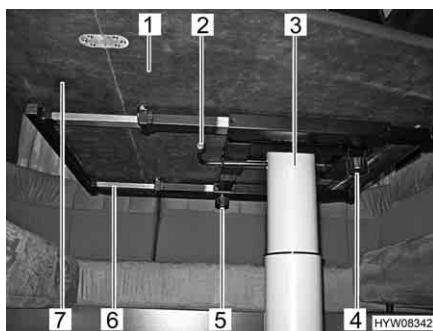

Fig. 64 Tavolo rialzabile
- Svitare la vite a testa cilindrica zigrinata (Fig. 64,4).
- Spingere il piano del tavolo (Fig. 64,1) nella posizione desiderata.
- Svitare la vite a testa cilindrica zigrinata (Fig. 64,5).
- Ruotare la leva (Fig. 64,2) al di sotto del piano del tavolo (Fig. 64,1) di 180° in senso antiorario. Il meccanismo di sollevamento nel piede del tavolo (Fig. 64,3) viene sbloccato.
- Ruotare la leva (Fig. 64,2) al di sotto del piano del tavolo (Fig. 64,1) di 180° in senso antiorario. Il piano del tavolo va automaticamente verso l'alto fino al fine corsa.
Per consentire un migliore accesso ai sedili aggiuntivi o al letto in coda, è possibile ribaltare verso il basso una parte del piano del tavolo (Fig. 64,7).
- Sollevare leggermente la parte laterale del piano del tavolo (Fig. 64,7) e tenerla ferma in questa posizione.
- Afferrare la parte centrale della traversa di collegamento delle guide di appoggio (Fig. 64,6) e spingerla fino all'arresto in direzione del centro del tavolo, avendo cura di spostarla simmetricamente rispetto alle guide.
- Sollevare la parte laterale del piano del tavolo (Fig. 64,7) e tenerla ferma in questa posizione.
- Afferrare la parte centrale della traversa di collegamento delle guide di appoggio (Fig. 64,6) e sfilarla fino all'arresto in direzione del lato esterno del tavolo, avendo cura di spostarla simmetricamente rispetto alle guide.